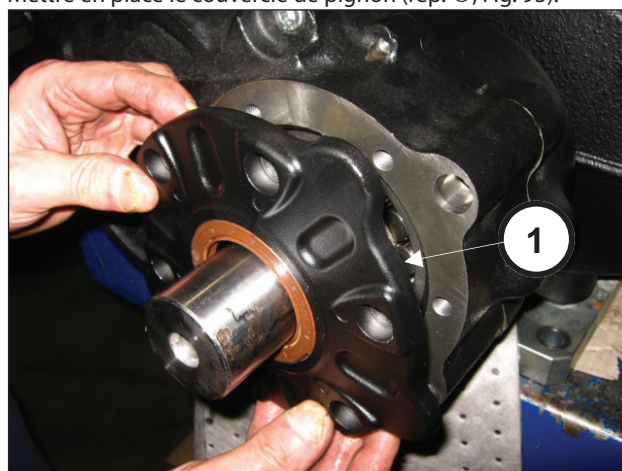

Fig. 93
Mettre en place le couvercle de pignon (rep. ①, Fig. 93).